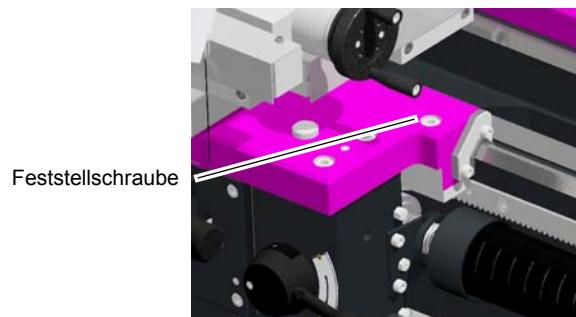

Abb.4-18: Bettschlitten Feststellschraube
- Lösen - oder Klemmen Sie die Klemmschraube am Bettschlitten in Abhängigkeit des verwendeten Vorschubs ☰ „Abb.4-18: Bettschlitten Feststellschraube“ auf Seite 53